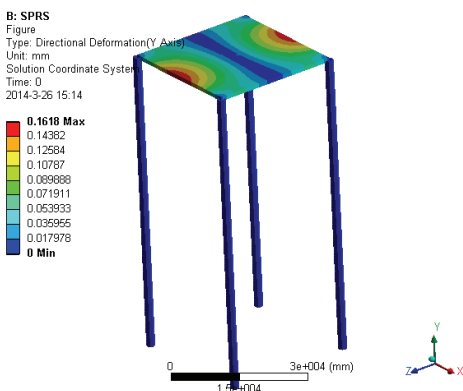
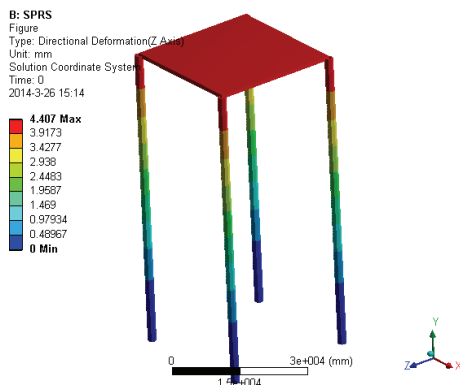

图 12-20 Y 向变形云图
图 12-21 X 向变形云图
10) 在 Outline 树结构图中的 Directional Deformation 上单击右键, 在弹出的快捷菜单中选择 Evaluate All Results, 此时进行求解, 求解后得到的图形如图 12-20 和图 12-21 所示。